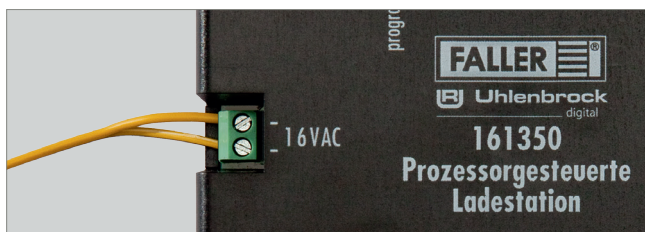

Abb. 2: Ladestation anschließen
- Schließen Sie die Ladestation an 16 V Wechselspannung an, siehe Abb. 2.